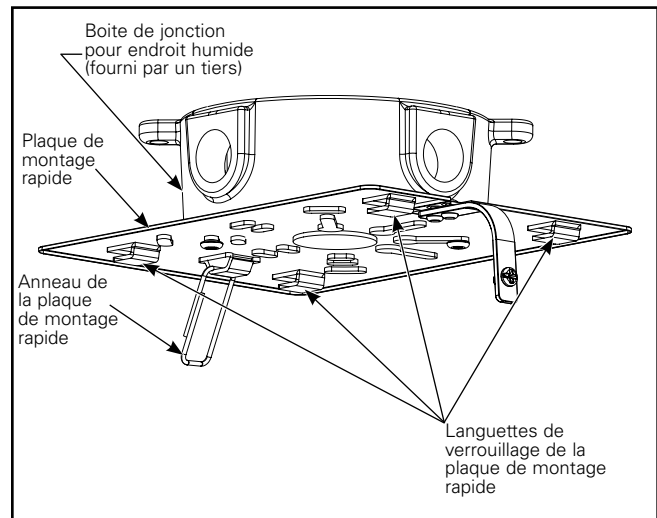

Figure 2.
2. Glissez la plaque de montage rapide vers la vis de montage retirée jusqu'à ce que cette plaque se détache du boîtier. Détachez complètement le boîtier de la plaque en la décrochant de l'anneau de la plaque de montage du boîtier (Figure 2).
3. Fixez la plaque de montage à la boîte de jonction (Figure 2).